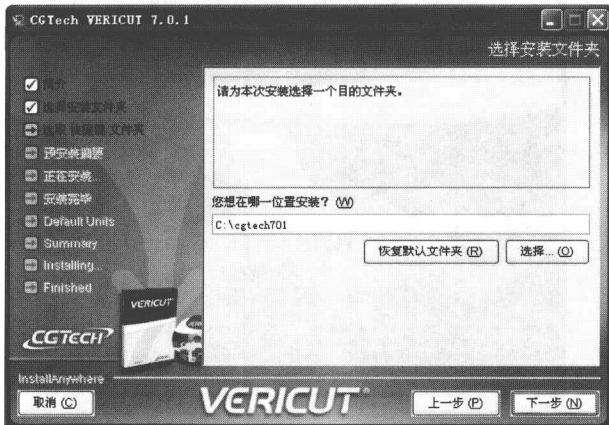

图 1-6 “选择安装文件夹”窗口
⑥ 完成“☒ 本人接受许可协议条款 (A)”，点击“下一步”将会出现图 1-6 所示画面。